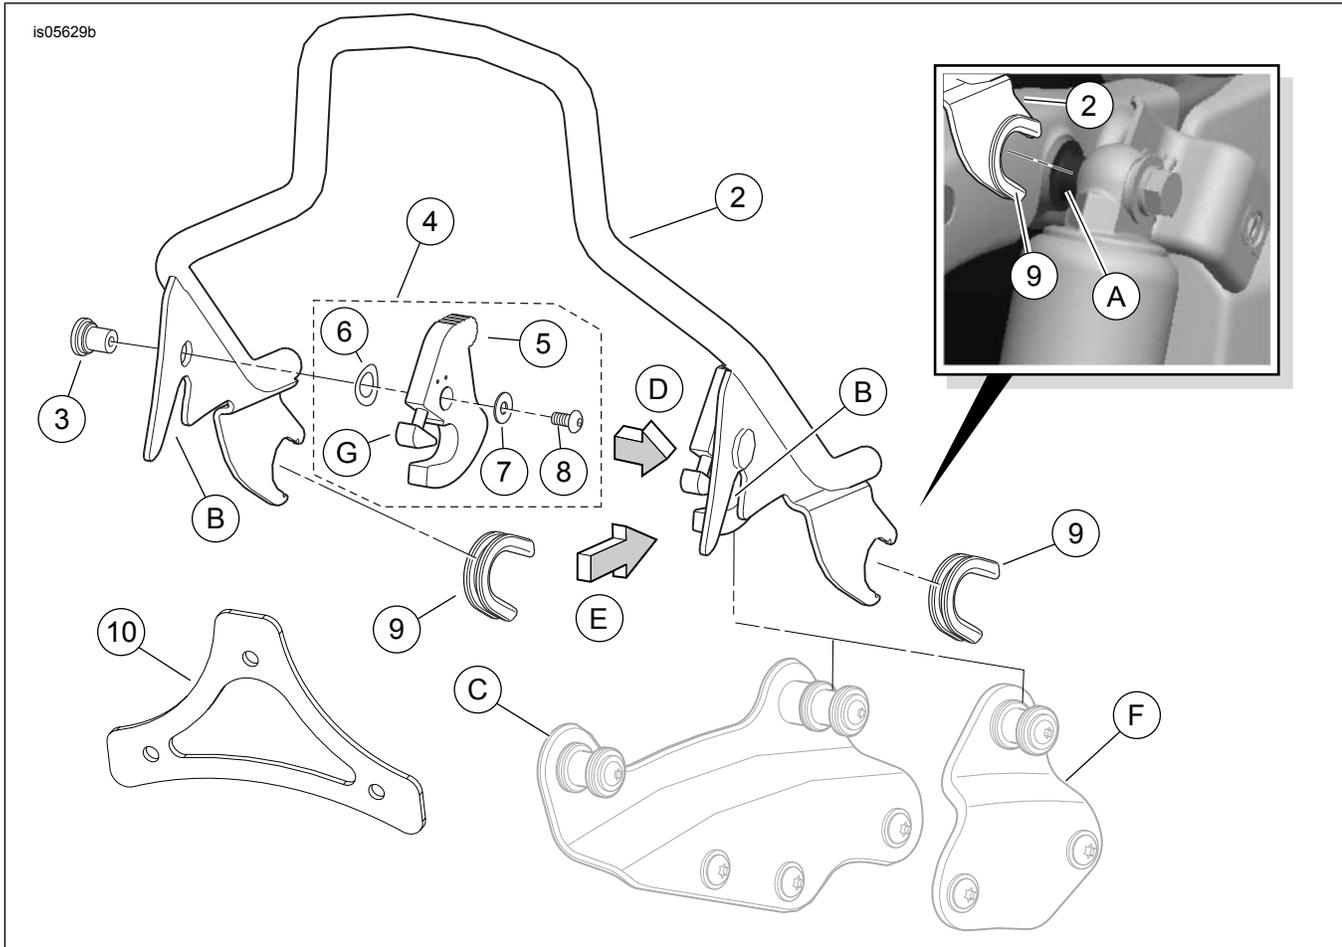

Figure 3. Pièces de rechange : Montant de barre Sissy Touring amovibles H-D
Voir Figure 3 et Tableau 1.
2. Voir Figure 3. Se placer derrière la moto. Placer les encoches de montant avant de gauche et de droite (avec bagues en position) sur les galets d'ancrage (A) vers l'intérieur des montures d'amortisseur supérieures. S'assurer que les bagues des encoches (9) sont complètement en place dans les galets d'ancrage de l'amortisseur.
3. Voir Figure 3, les flèches (D) et (E), et Figure 1. Placer les loquets tournants (4) sur les galets d'ancrage arrière (3). Vérifier que les côtés de montant (1) et les loquets se calent dans le col des galets d'ancrage arrière comme indiqué. Il peut être nécessaire de comprimer ou d'écarter délicatement les côtés du montant de barre Sissy.